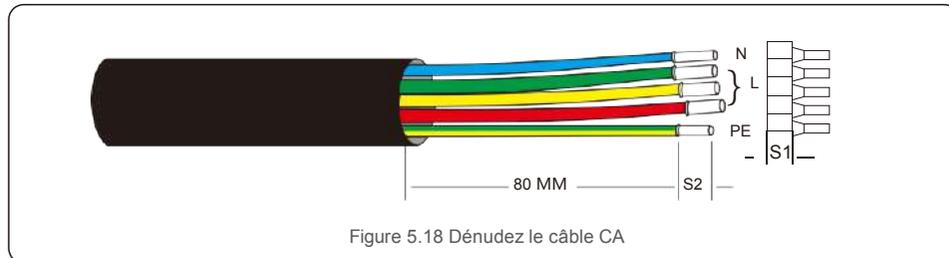

Figure 5.18 Dénudez le câble CA
1. Dénudez l'extrémité de la gaine isolante du câble CA d'environ 80 mm, puis dénudez l'extrémité de chaque fil (comme indiqué sur la figure 5.18)